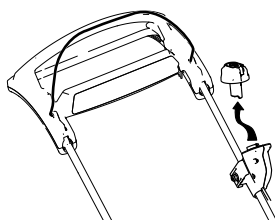

Figure 23
1. Retirez le bouton du démarreur électrique (Figure 23).